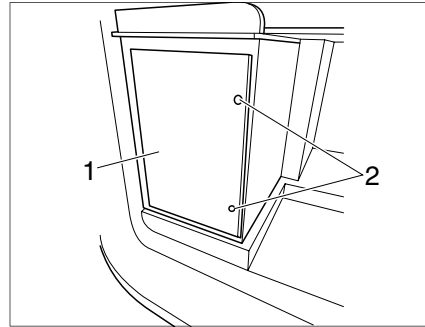

Bild 48 Zugangstür zur Gasflasche
- ▶ Zwei Push-Lock Druckknöpfe (Bild 48,2) drücken und Zugangstür (Bild 48,1) öffnen.